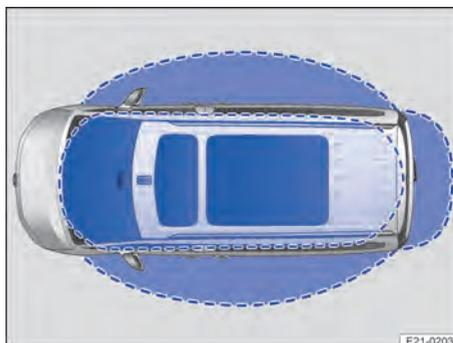

Fig. 44 Keyless Access: áreas de aproximação.
- Se a chave do veículo for detectada numa área de aproximação → Fig. 44, o veículo será destravado. Todos os indicadores de direção piscam duas vezes.